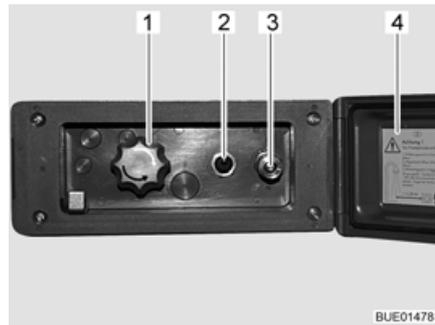

Fig. 127 Conexión de ducha exterior
- Desbloquear y abrir la tapa (Fig. 127,4).
- Conectar la manguera de la ducha exterior al cierre rápido (Fig. 127,3).
- Encender la bomba de agua con el interruptor (Fig. 127,2).
- Ajustar la temperatura del agua con el botón giratorio (Fig. 127,1) según se desee.
- Apagar la bomba de agua con el interruptor (Fig. 127,2).
- Cerrar la tapa (Fig. 127,4) y bloquearla con la llave.
- Poner el botón giratorio (Fig. 127,1) en la posición central.